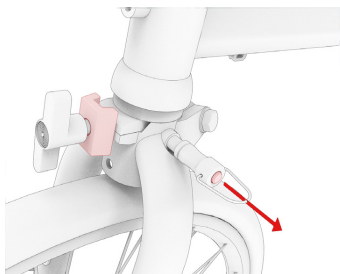
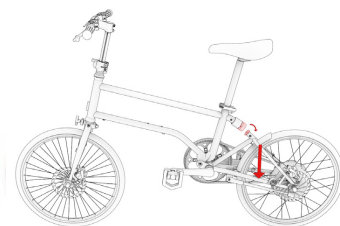

Abb. 2.2
Abb. 2.3
- ② Ziehen Sie den Sicherungssplint aus der Vordergabel indem Sie den Entriegelungsknopf betätigen (Abb. 2.2) und den Sicherungssplint vollständig herausziehen.
- ③ Stellen Sie die Tretkurbeln in eine waagrechte Position. Achten Sie dabei darauf, dass der linke Kurbelarm nach vorne zeigt.
- ④ Stellen Sie sich neben Ihr VELLO Bike, halten Sie es an Lenker und Sattel fest und positionieren Sie einen Fuß auf der Achse des Hinterrades. (Abb. 2.3)